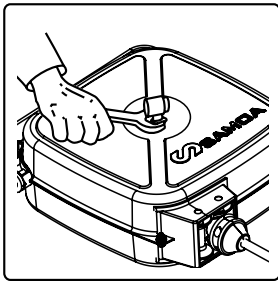

fig. 4a
1. Dévisser et retirer la rotule comme il est indiqué sur la figure 4a et figure 5a (selon du modèle choisi).